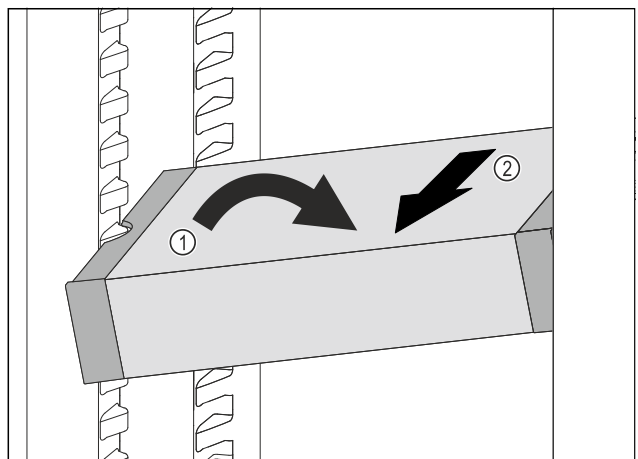

Fig. 185
- ▶ Встановити VarioSafe під кутом в охолоджувальному відділенні. Fig. 185 (1)
- ▶ Витягнути VarioSafe вперед. Fig. 185 (2)